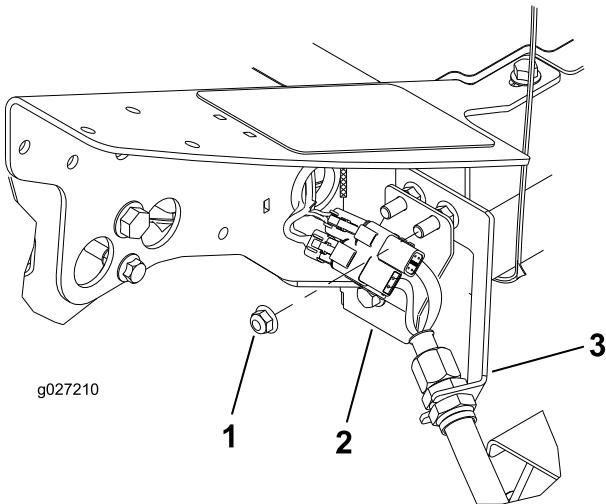

Figura 11
- no parafuso que prende o suporte do anteparo à máquina (Figura 11).
3. Insira placa do conector nos parafusos de montagem do anteparo com os conectores posicionados como se mostra na Figura 11.